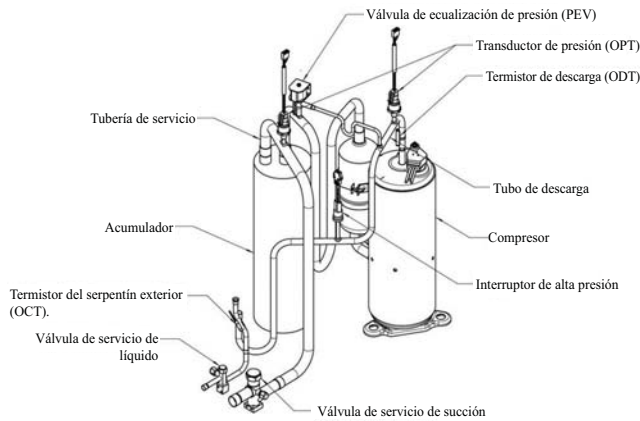

Fig. 30 – Ubicaciones de montaje del termistor de descarga (ODT) A200086
**IMPORTANTE:** El termistor de aire exterior y el termistor del serpentín deben montarse en la fábrica en las ubicaciones finales. Asegúrese de que los termistores están montados correctamente (consulte la Fig. 28, la Fig. 29 y la Fig. 30).
El termistor de descarga se utiliza como protección contra el exceso de temperatura del compresor y los cálculos de sobrecalentamiento de descarga. Se requiere un montaje adecuado para garantizar que la unidad salga del modo de arranque. El ODT está ubicado en la salida del tubo de descarga del compresor (consulte la Fig. 30).